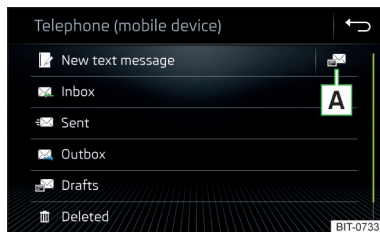

Fig. 215
- En el menú principal **Teléfono** pulse la superficie funcional , se visualiza el menú principal para mensajes de texto » fig. 215.
- ▶ Pulsar en el menú principal de los mensajes de texto la superficie funcional ☒ » *fig. 215 de la pág. 190*.